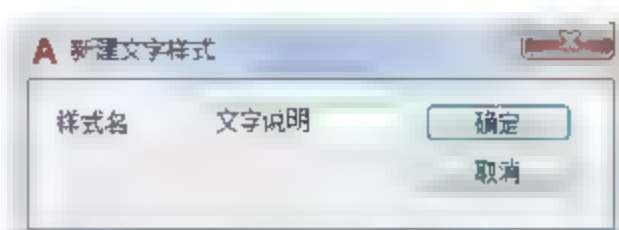

图6-5 【新建文字样式】对话框
**02** 单击【新建】按钮，弹出【新建文字样式】对话框，在【样式名】文本框中输入【文字说明】，如图6-5所示。